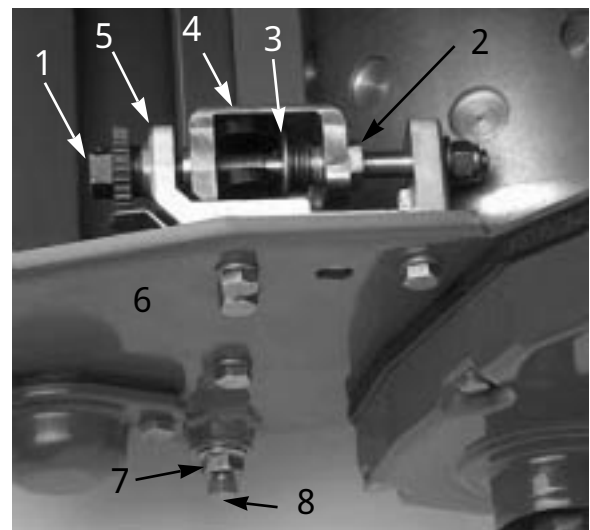

図 45
1. ベッドバー調整ネジを左に回してアジャスタ・フレームからチャンネルを外します（図45）。
2. 7/8 レンチでテンション・ネジをゆるめ、スラスト・ワッシャに掛かる力を完全に解除する（図45）。
3. ベッドバー・ボルトを固定しているジャムナット（機体両側）をゆるめる（図45）。
4. 各ベッドバー・ボルトを抜いてベッドバーを下に引き抜いて外す。ベッドバーの両端にナイロン・ワッシャとスチール・ワッシャ2枚ずつあるので回収保管する（図45）。